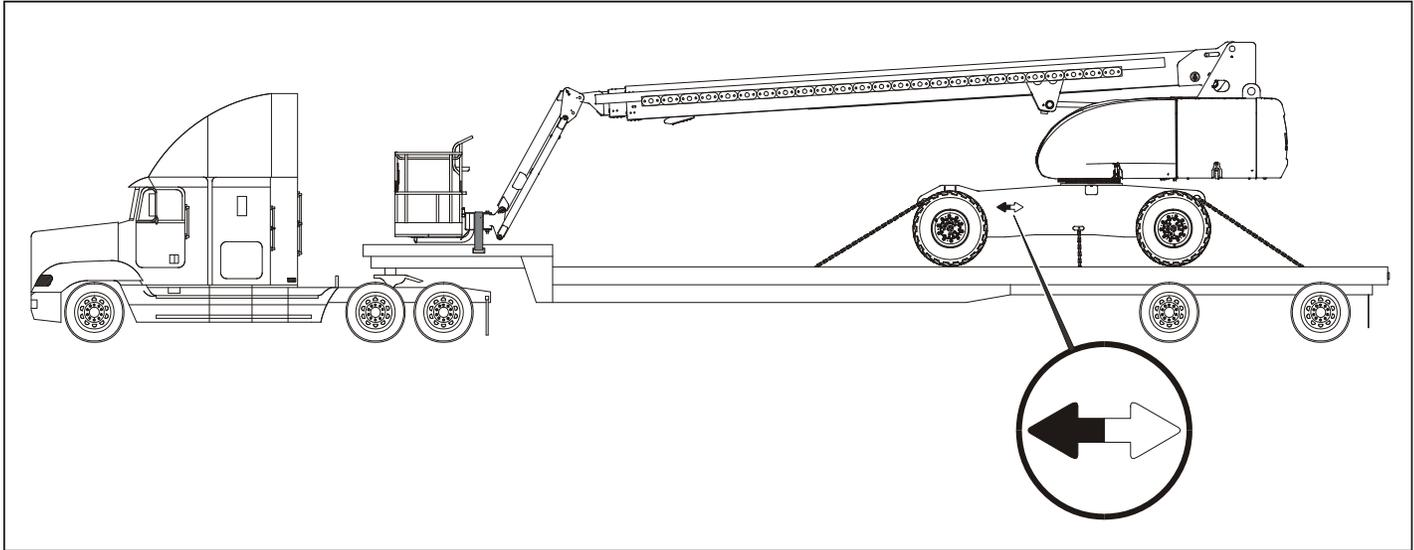

Figure 4-5. Transport typique d'un 800S/860SJ
- c. Faire monter la machine sur la remorque, avec la flèche et la plate-forme orientées en direction du camion. Voir la Figure 4-5., Transport typique d'un 800S/860SJ.